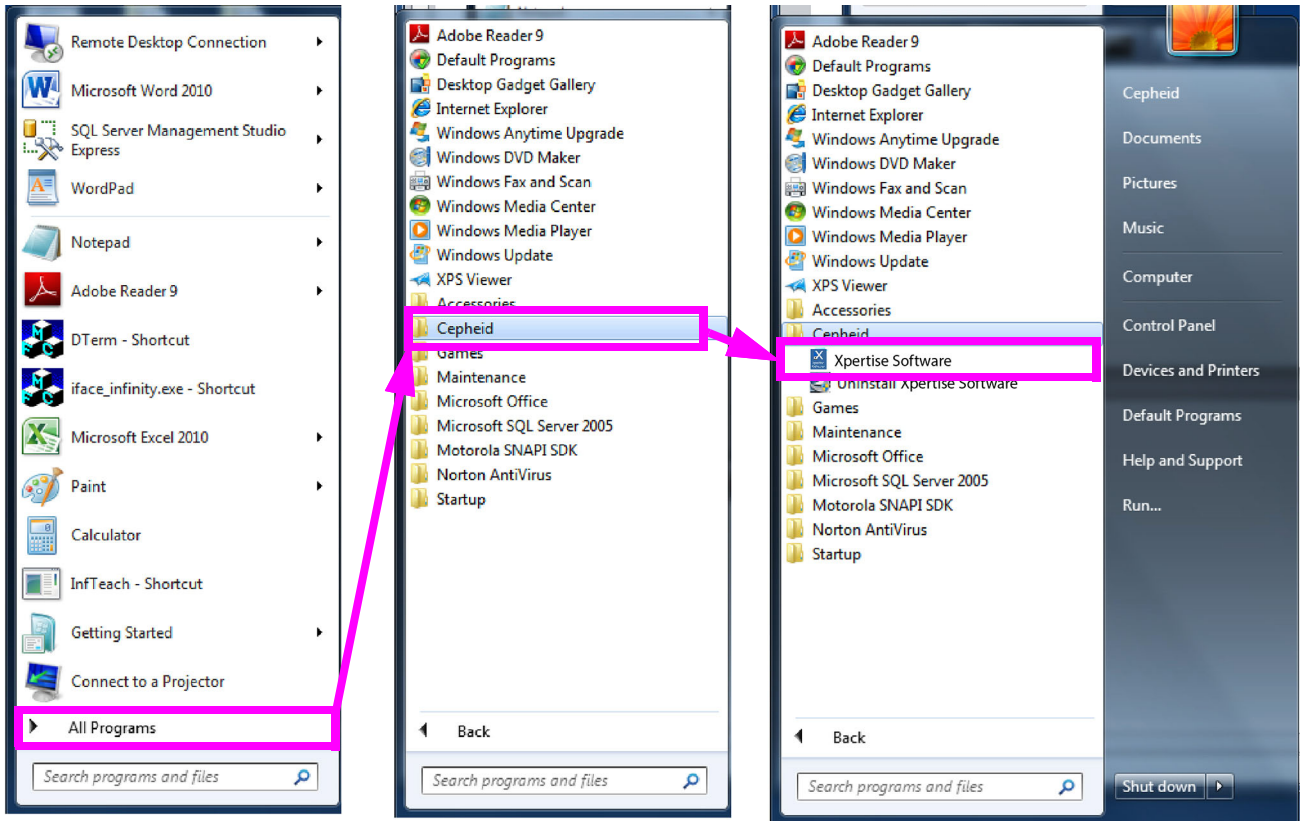

図 2-6. プログラムメニューからの Xpertise Software の起動 - Windows 7
- Windows タスクバーで アイコンを選択し、**全てのプログラム (All Programs) -> Cepheid -> Xpertise Software** を選択します。図 2-6 を参照。